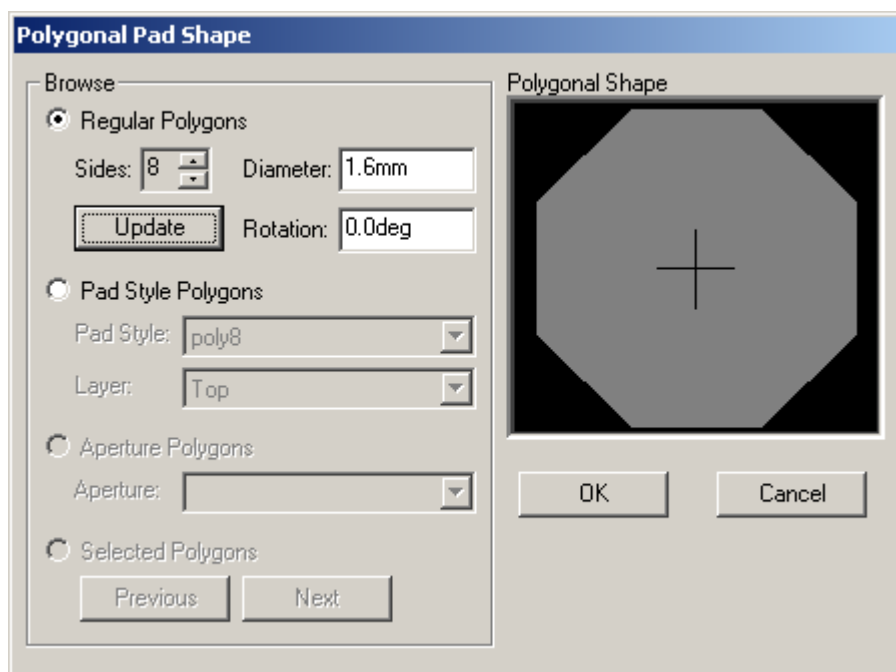

Рис. 20 Панель **Polygonal Pad Style**
10.20 В поле **Shape** выберите пункт **Polygon** и нажмите кнопку **Modify** для внесения изменений. Перед вами появится окно, изображенное на рис. 20.